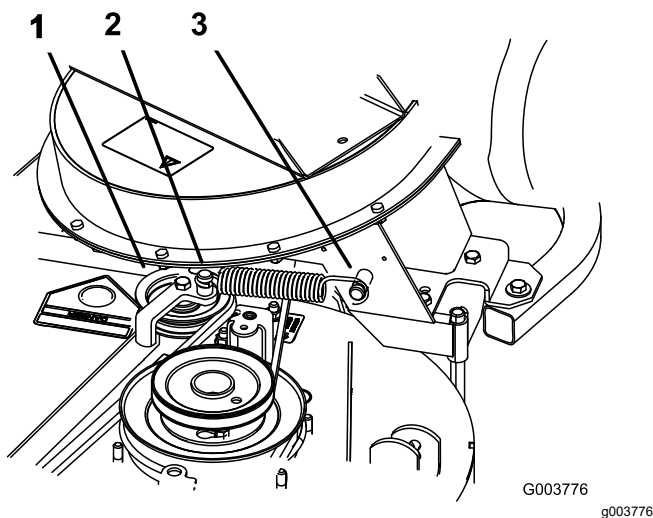

Figure 42
8. Instale el muelle como se muestra en la Figure 42.